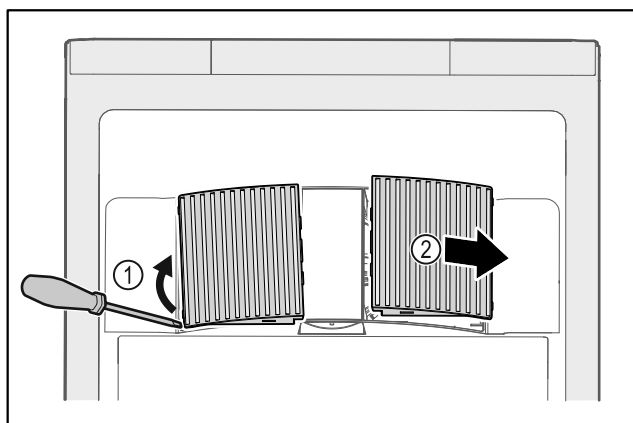

Fig. 47
- ▶ Lirk forsigtigt ventilatorafdækningerne ud fra siden Fig. 47 (1), og tag dem af forfra Fig. 47 (2).